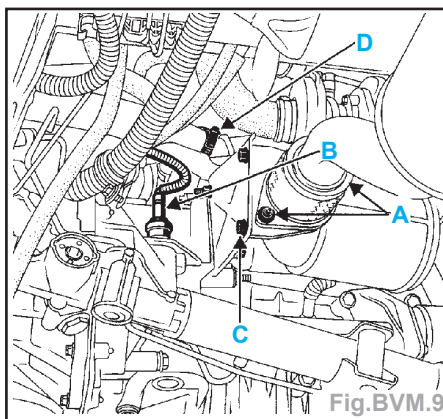

Fig.BVM.9
- Déposer (Fig.BVM.9) :
- le connecteur du tachymètre (B),
- la tôle support du pot d'oxydation (C),
- le conduit d'air sortie turbo (D).